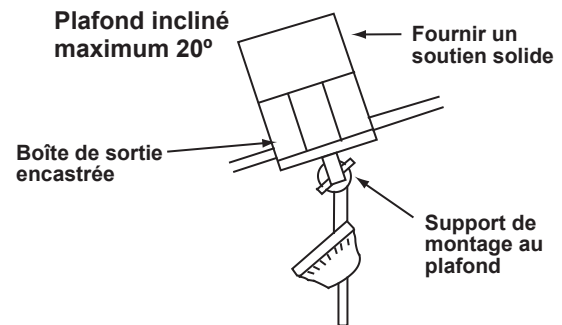

Figure 3
**REMARQUE :** La Fig. 3 est à utiliser uniquement pour le style de tige de suspension.
**REMARQUE :** Il se peut que vous ayez besoin d'une tige de suspension plus longue pour maintenir un dégagement correct des lames lors de l'installation sur un plafond en pente raide. (Fig. 3)